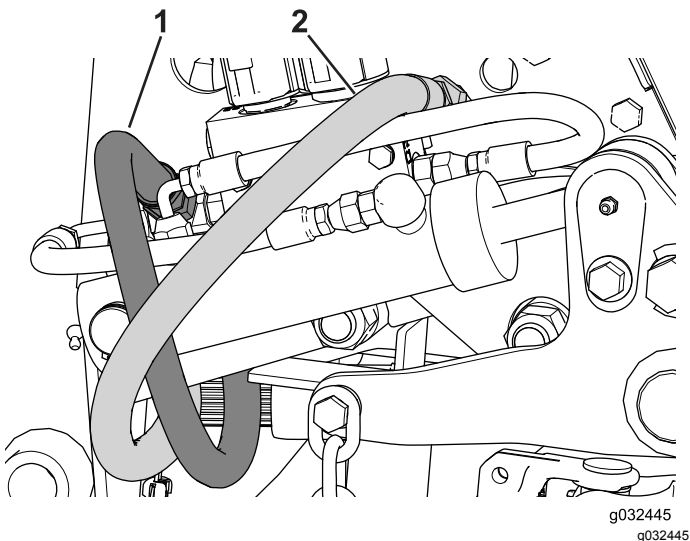

図 55
3. バルブ下に適当な液体回収容器を置き、制御バルブから油圧ホースを外す 図 55。